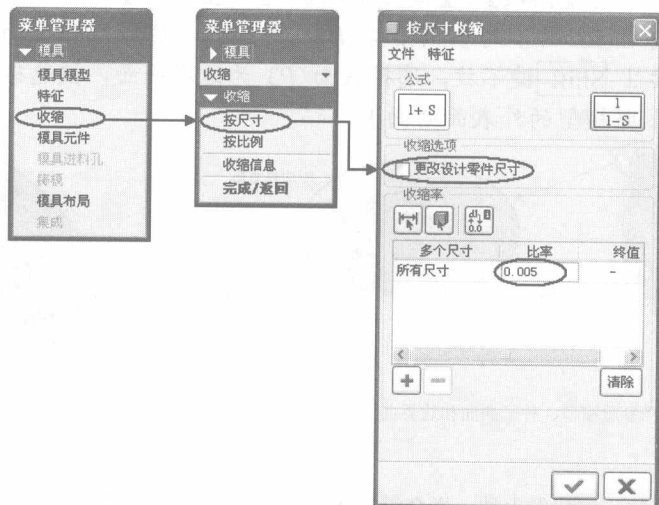

图1-12 设置收缩比率
10. 选择如图 1-12 所示菜单管理器中的【收缩】/【按尺寸】命令, 取消【更改设计零件尺寸】复选框, 输入收缩比率“0.005”, 按 **Enter** 键确认, 单击 ☒ 按钮 (提示: 输入收缩比率后一定要按 **Enter** 键确认, 否则会产生不正确的结果)。